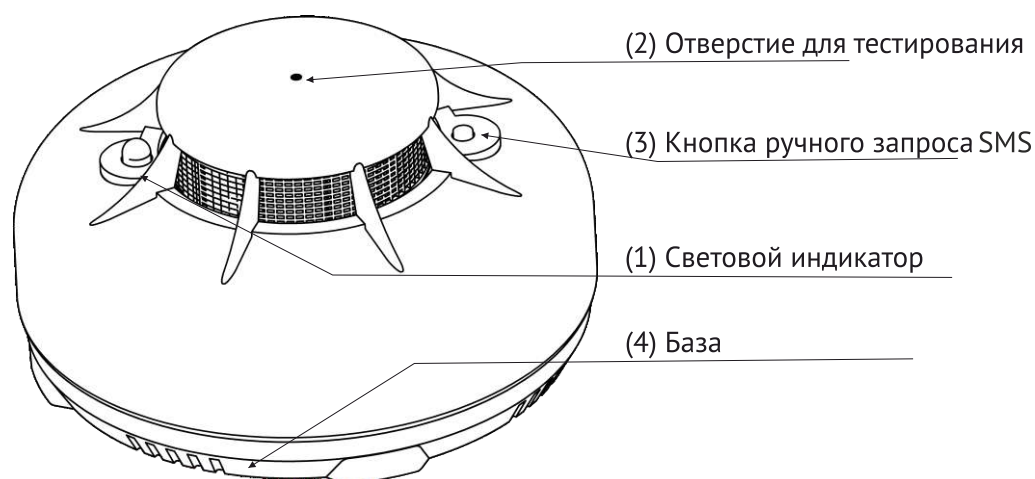
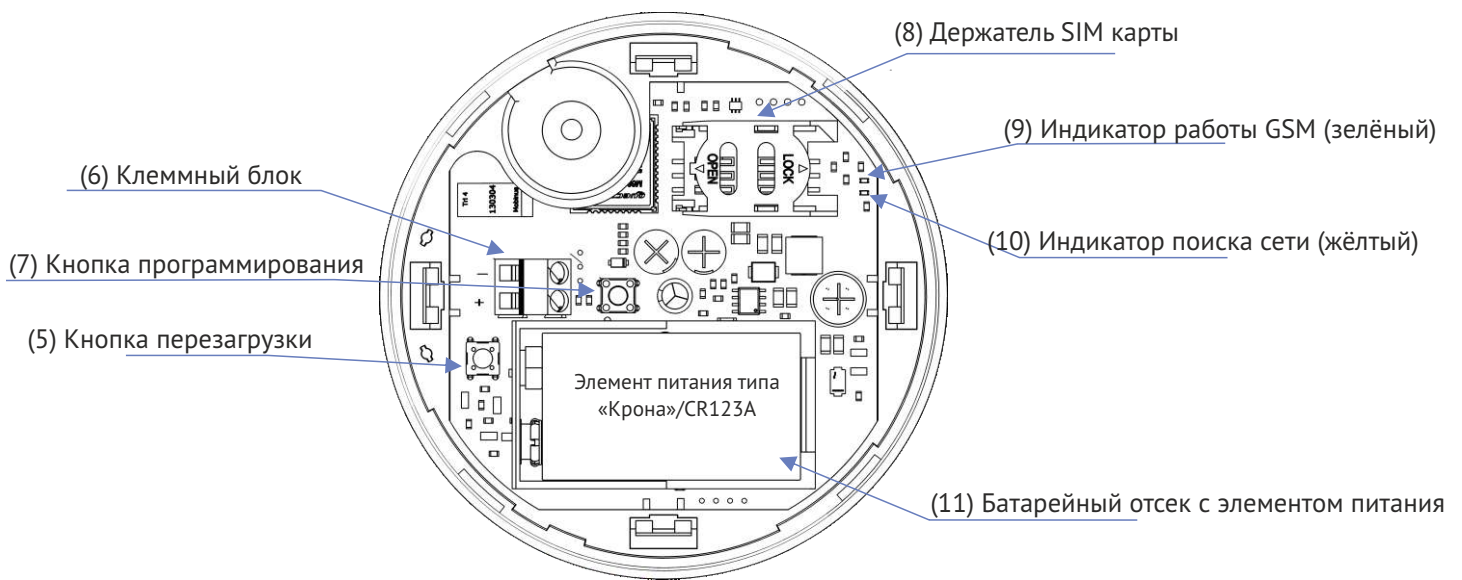
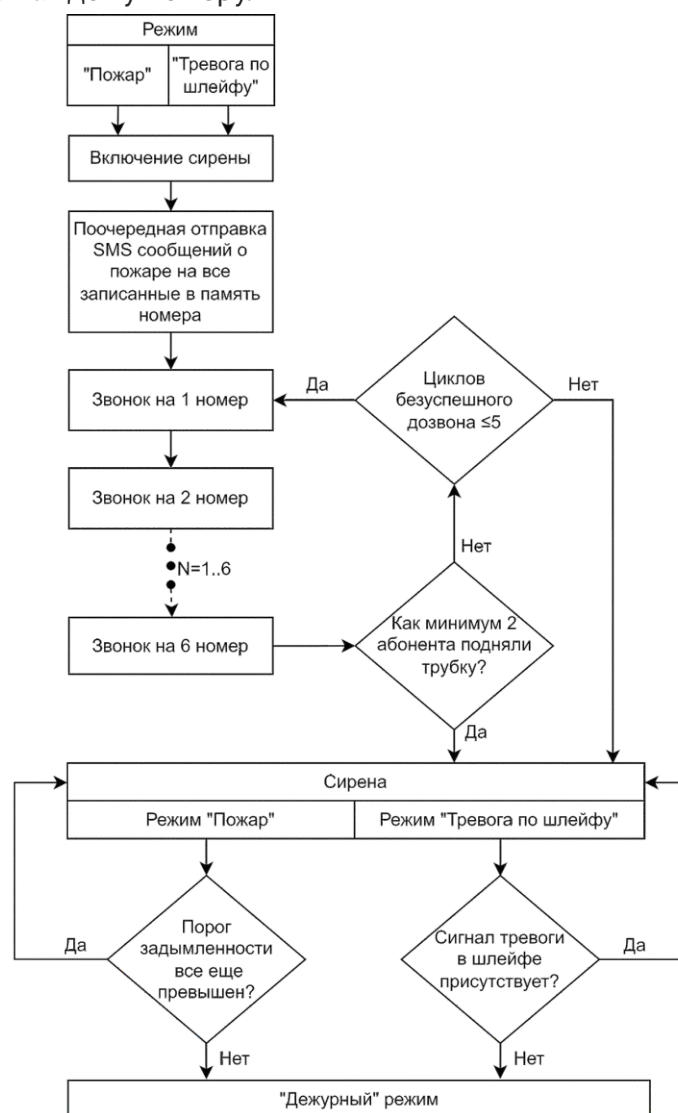
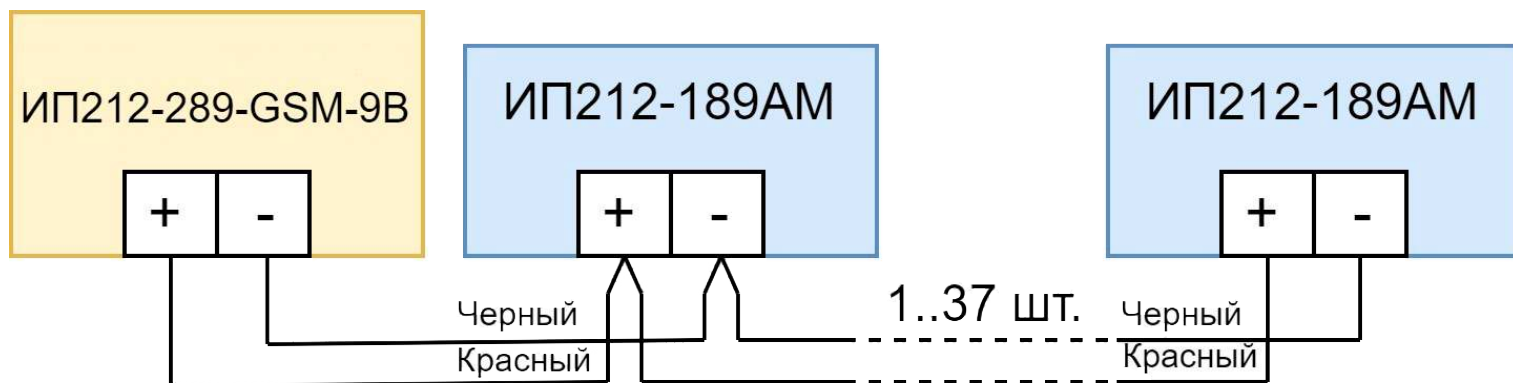

рис. 1 - Внешний вид
рис. 3 - Индикация и органы управления
рис. 4 – Алгоритм работы в режиме «Пожар», «Тревога по шлейфу»
Рис. 5 – Схема соединения Извещателей в группу
Принцип работы Извещателя основан на периодическом контроле оптической плотности окружающей среды и сравнением ее с пороговым значением. Режим «Пожар» сопровождается серией звуковых сигналов с постоянным свечением красного светового индикатора (1, рис.1), передачей SMS и дозвоном. Отключение (сброс) режима «Пожар» производится автоматически после выполнения алгоритма работы режима «Пожар» и снижения задымленности ниже порогового значения.
- Отсоединить базу путем поворота против часовой стрелки (4, рис.1).
Установить элемент питания 9В типа "Крона" (6LR22, 6LR61, 6LF22) в батарейный отсек (11, рис.3).
В момент установки кратковременно загорится световой индикатор (1, рис. 1) одновременно с коротким звуковым сигналом и через ~10 сек. Извещатель перейдет в дежурный режим.
Для входа в режим программирования нажать и удерживать кнопку программирования (7, рис. 3) не менее 5 сек. до короткого звукового сигнала. Зелёный индикатор работы GSM (9, рис. 3) будет светиться непрерывно. Жёлтый индикатор поиска сети (10, рис. 3) будет мигать, обозначая поиск сети и регистрацию. Когда жёлтый индикатор начнет светиться непрерывно – Извещатель готов принимать конфигурационные SMS (Таблица 2). Команды вводятся в произвольном порядке по одной в каждой SMS, отправляются на номер установленной в Извещателе SIM карты.
Переход в дежурный режим произойдет автоматически после 60 сек бездействия или по нажатию кнопки перезагрузки (5, рис. 3). На этом программирование окончено.
Для запроса состояния Извещателя необходимо нажать и удерживать кнопку ручного запроса SMS (3, рис.1) до короткого звукового сигнала. Световой индикатор (1, рис. 1) будет светиться непрерывно. На **первый (основной)** записанный номер будет отправлено сообщение, расшифровка которого приведена в **Таблице 3**.
На рис. 4 приведен алгоритм работы извещателя в режиме «Пожар» и «Тревога по шлейфу». При срабатывании Извещателя включается сирена и происходит рассылка SMS на все пользовательские номера, а затем поочередный дозвон по каждому номеру.
Внимание! Если уровень сигнала сотовой связи менее 18 (параметр SIG.LEV<18) или Извещатель не находит сеть вовсе (желтый индикатор поиска сети (10, рис. 3) в режиме программирования быстро мигает) и не переходит к непрерывному свечению - необходимо выбрать другое место установки и снова проверить уровень сигнала. Если по результатам контроля уровень сигнала в помещении недостаточен, то необходимо сменить оператора сотовой связи.
Соедините Извещатели, как показано на рис. 5. Для подключения используется клеммный блок (6, рис.3). В группе может быть до 38 Извещателей (включая ИП 212-289-GSM-9В при максимальной длине шлейфа не более 400 м. Срабатывание одного Извещателя будет вызывать срабатывание всех Извещателей группы. Объединение в группу производится по двухпроводной линии путем подключения к ней проводов с учетом полярности (цветовой маркировки).
Поместите в отверстие для тестирования Извещателя (2, рис. 1) зонд на время ~ 10 сек. до срабатывания, после чего зонд нужно извлечь. Алгоритм работы в режиме «Пожар» и «Тревога по шлейфу» приведен на рис. 4. Вернуться в дежурный режим можно дождавшись выполнения алгоритма или нажатием кнопки перезагрузки (5, рис. 3).
**Внимание! При нажатии кнопки перезагрузки (5, рис. 3) в дымовой камере Извещателя не должно быть зонда!**
Алгоритм работы в режиме «Пожар» приведен на рис. 4. Вернуться в дежурный режим можно дождавшись выполнения алгоритма или нажатием кнопки перезагрузки (5, рис. 3).